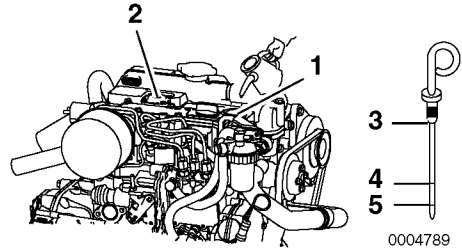

Figure 6
2. Retirez la jauge (**Figure 6, (3)**) et nettoyez-la avec un chiffon propre.
4. Retirez la jauge. Le niveau d'huile doit se situer entre les lignes supérieure (**Figure 6, (4)**) et inférieure (**Figure 6, (5)**) de la jauge.
1. Retirez le bouchon jaune de l'orifice de remplissage de l'huile de l'orifice de remplissage (**Figure 6, (1)**) sur le couvercle des culbuteurs (**Figure 6, (1)**) et remplissez avec de l'huile pour moteur.
2. Remplissez avec de l'huile pour moteur jusqu'à la limite supérieure (**Figure 6, (4)**) de la jauge (**Figure 6, (3)**).